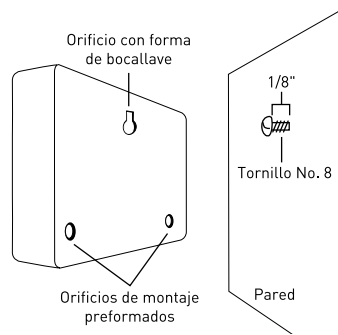

Figura 2: Fije el programador a la pared mediante tornillos.
- Deslice el programador sobre el tornillo sobresaliente (con la ranura con forma de cerradura en la parte posterior del temporizador). *Consulte la figura 2.*
- Coloque un tornillo No. 8 a través de uno de los dos orificios preformados ubicados en las esquinas inferiores de la caja plástica. *Consulte la figura 2.*